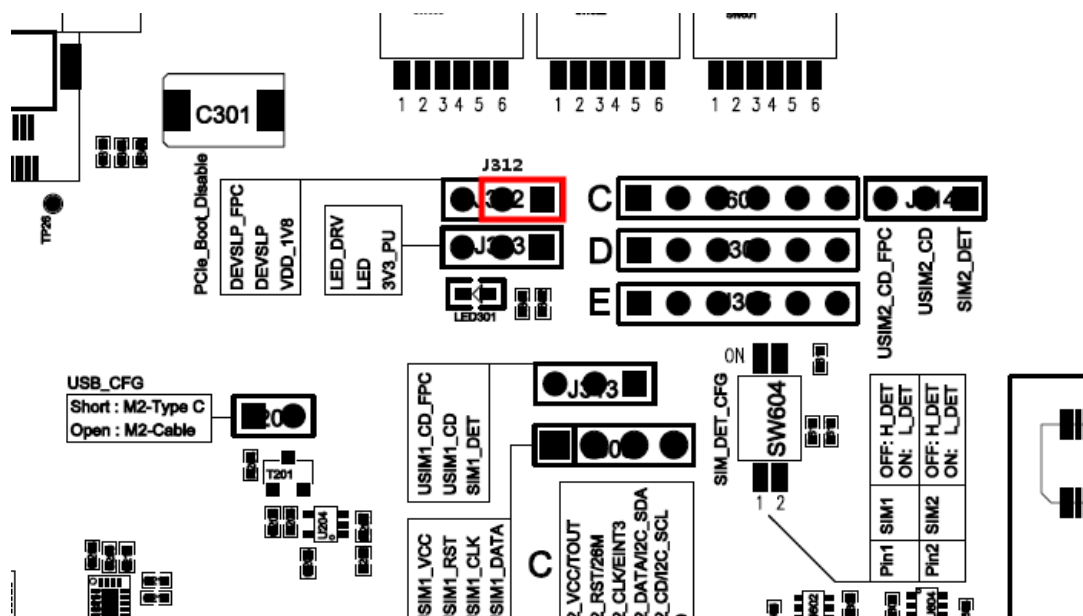

图 5-2 J312 跳线配置
- A、 需要将跳线-J312 通过跳线帽短接到右侧的外部 1.8V，即禁用了 PCIe 启动，模块开机后将通过 USB 接口枚举通讯。参见上文的“2-4 PCIe 接口配置”。如图 5-2 所示。